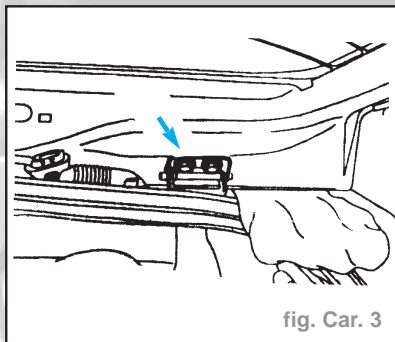

fig. Car. 3
- Desserrer les quatre vis de fixation du hayon (fig. Car. 3).